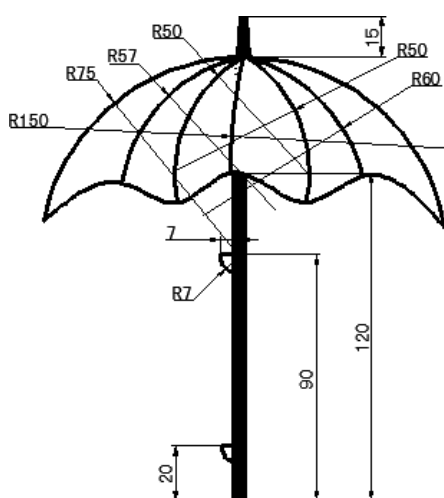

图 17.3.13 添加半径尺寸标注
Step4. 用 **标注** \rightarrow **半径** 命令创建半径尺寸标注, 完成后的图形如图 17.3.13 所示。